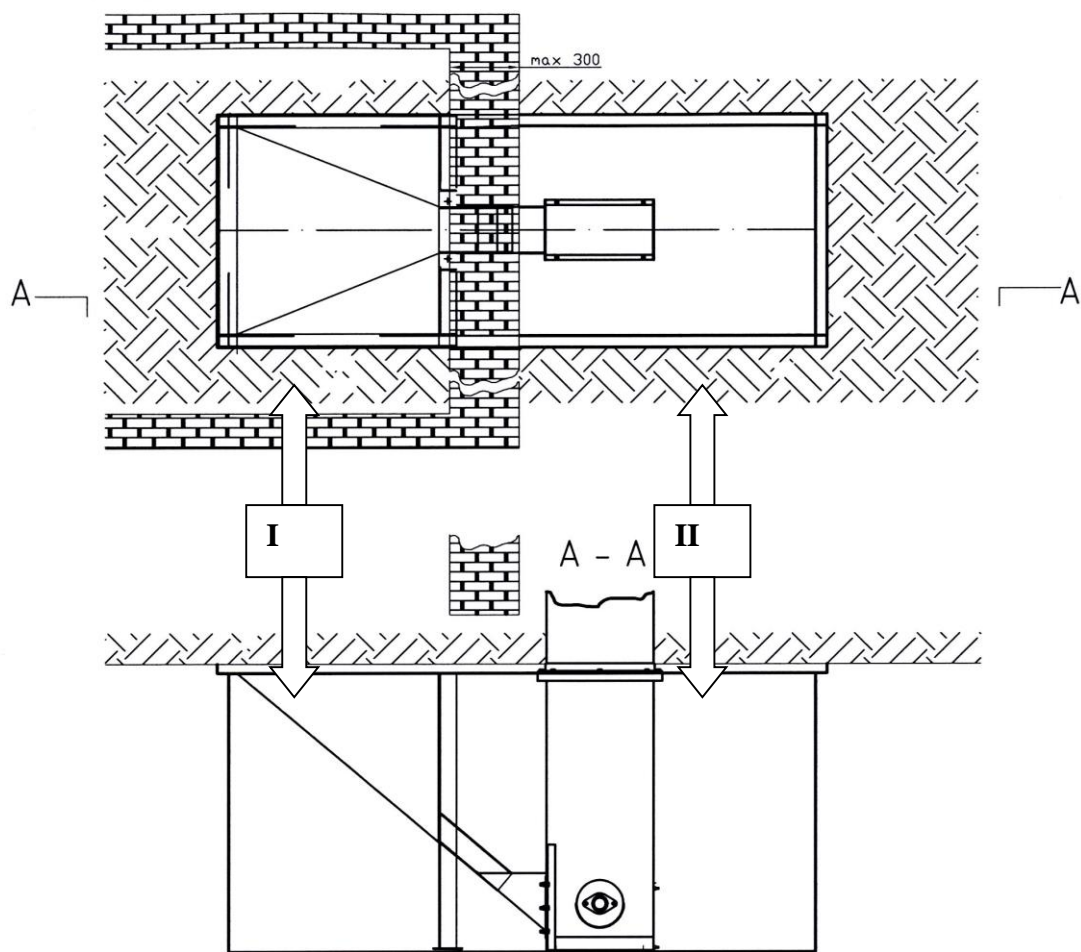

Figure 7
<p>Travaux de montage du pied, éléments du boîtier</p>	<ul style="list-style-type: none"> <li>- Poser le pied de l'élévateur à godets dans la fosse (en dehors de la cabine de grenailage → Figure 7, zone II).</li> <li>- Poser la trémie (1m x 1 m) dans la cabine de grenailage (Figure 7, zone I) dans la fosse.</li> <li>- Ajuster la trémie et le pied de l'élévateur à godets. (Hauteur et aplomb), compenser la hauteur (p.ex. mettre des cales) si besoin est.</li> <li>- Fixer le pied de l'élévateur à godets avec 4 boulons.</li> <li>- Poser le tamis (Figure 2 - pos.6) et la grille (Figure 2 - pos. 7) dans la trémie.</li> </ul>